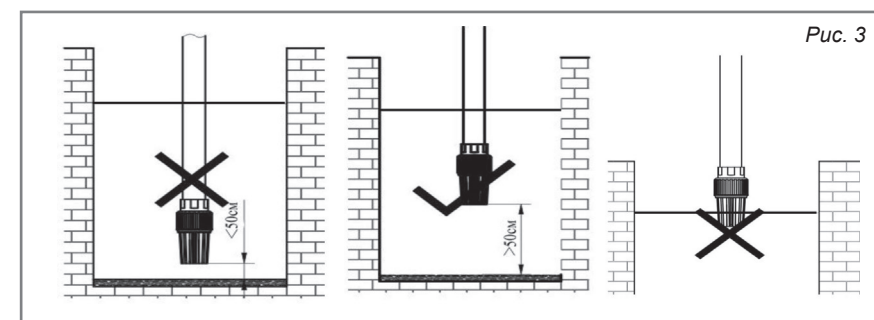

Рис. 3
5. Если мини-станция будет использоваться для перекачивания жидкости из водоемов, то на входном трубопроводе необходимо установить обратный клапан и фильтр. Обратный клапан необходимо располагать вертикально на расстоянии не менее 50 см от дна, для предотвращения всасывания донных отложений, песка и глины (рис. 3).